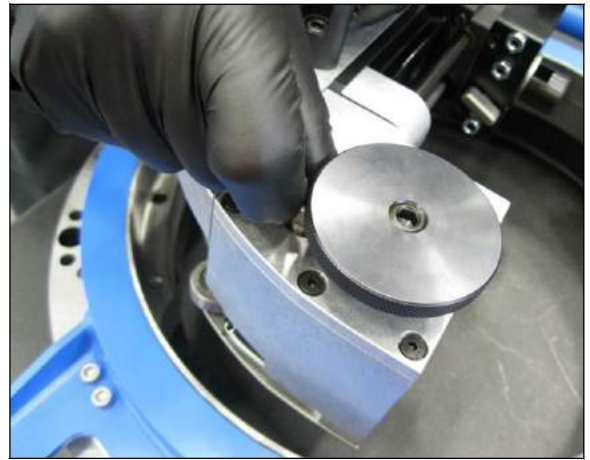

FIGURA 3-20. ALINEE EL CUERPO DESLIZANTE SOBRE LA RANURA DE LA LEVA (SE MUESTRA ENFF1200)
3. Gire y sujete la leva suelte la llave en el sentido de las agujas del reloj (Figura 3-20).